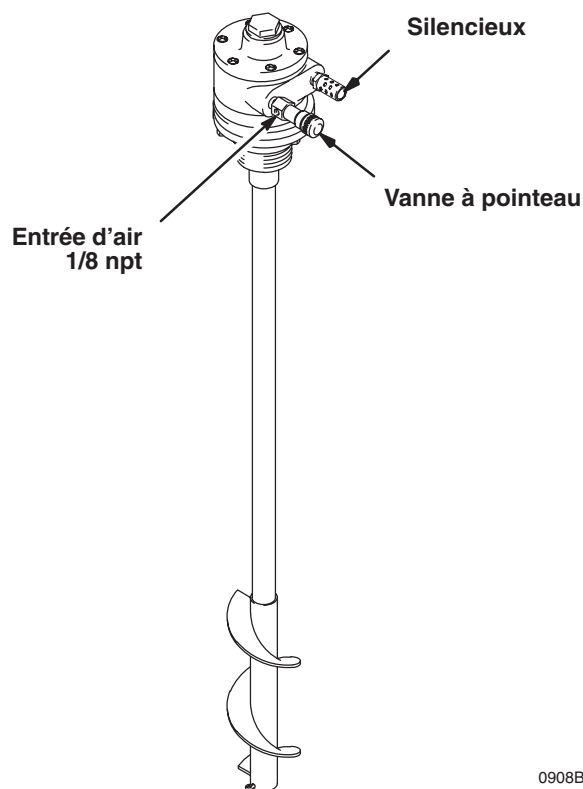

Fig. 1
2. Positionner le moteur pneumatique de façon à ce que la tuyauterie d'air puisse facilement être fixée à l'entrée 1/8 npt de la vanne à pointeau, sans obstruer aucun des composants du système. Voir Fig. 1.
REMARQUE: La rotation de l'agitateur peut être inversée en commutant le silencieux et la vanne à pointeau. Se reporter à la Fig. 1.